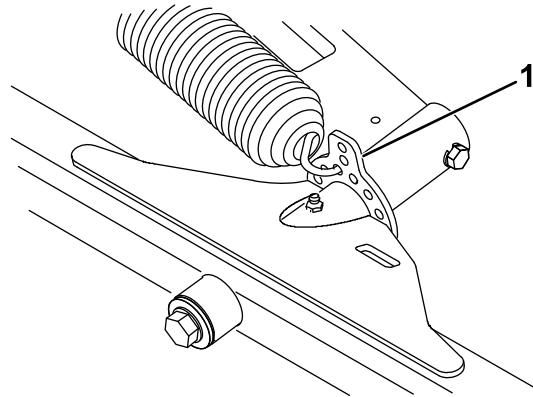

図 11
- 前後のカッティングユニットの昇降タブについている穴のうち一番上から内側に数えて3番目の穴にスプリングを引っ掛ける（図 11）。